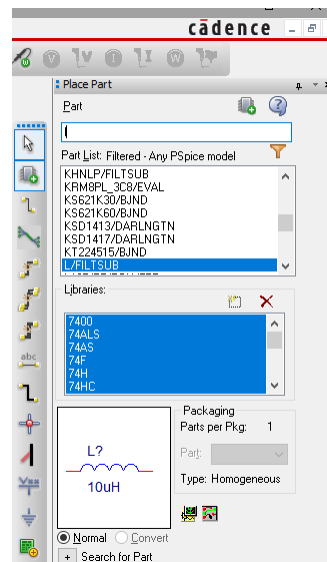

Figura 5: Búsqueda de parte
2. Se busca el componente que se requiere en la sección 'Part' como se muestra en la figura 5 ahora con la seguridad de que es compatible con PSpice.